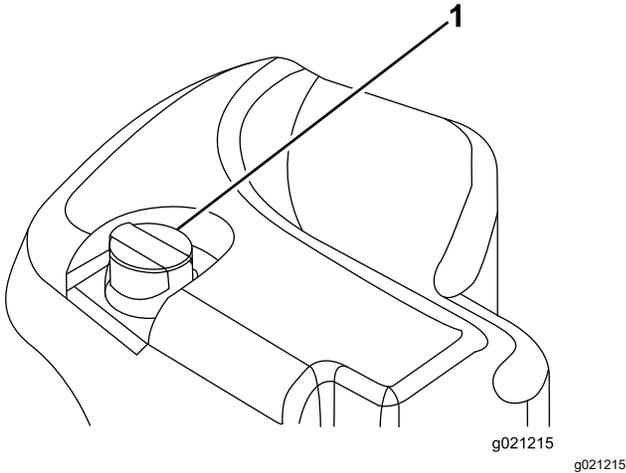

Рисунок 99
2. Очистите зону вокруг заливной горловины и крышки гидравлического бака (**Рисунок 99**). Снимите крышку с заливной горловины.